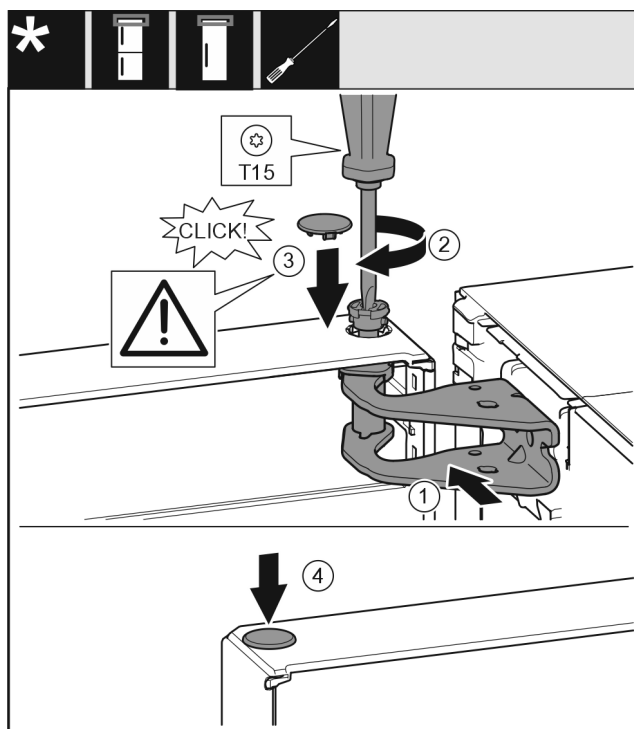

Fig. 22
- Orienter la porte en haut pour l'ouverture dans le support de palier. Fig. 22 (1)
- Insérer l'axe Fig. 22 (2) et le serrer avec un tournevis.
- Monter le cache de fixation Fig. 22 (3) pour sécuriser la porte : mettre le cache de fixation en place et vérifier qu'il repose bien sur la porte. Sinon, insérer complètement l'axe.
- Mettre le cache Fig. 22 (4) en place.